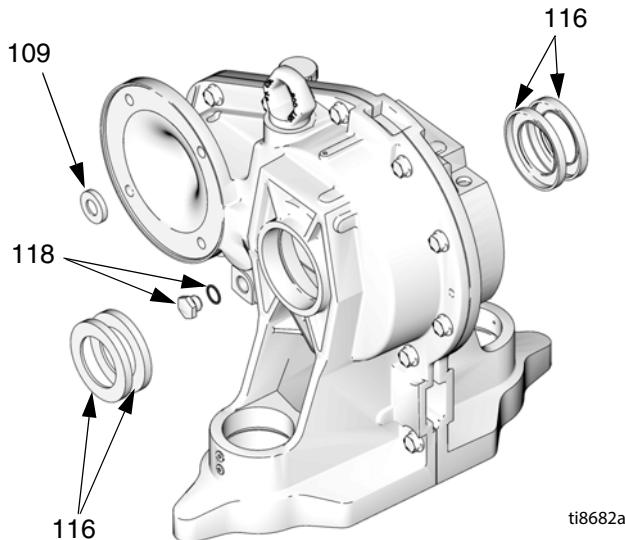

Рис. 26. Сальники шестеренчатого редуктора
5. Открутите четыре винта (12) и снимите обе крышки (21, 32).
6. См. Рис. 26. На шестеренчатом редукторе со стороны двигателя открутите пробку маслосливного отверстия (118) с прокладкой. Проткните входной сальник (109) закаленным винтом для листового металла и вытяните его наружу.